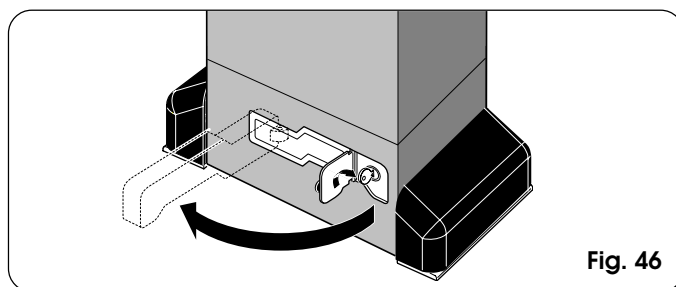

Fig. 46
- 2) Ruotare la chiave in senso orario e tirare la leva di sblocco come indicato in Fig. 46.